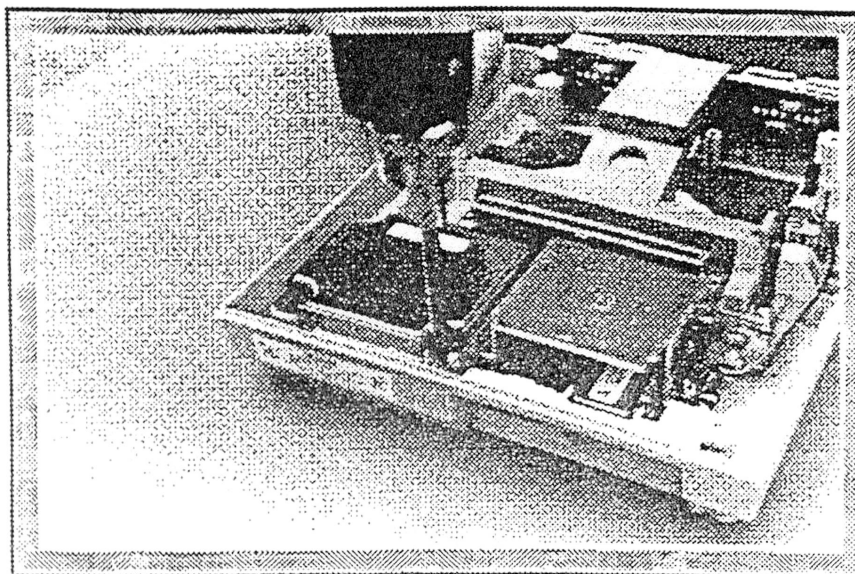
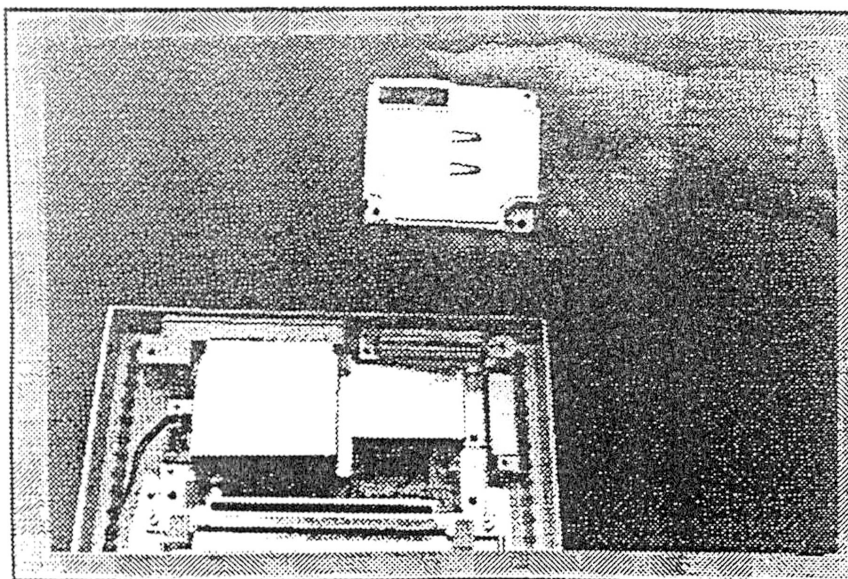

Fig. 4
Fig. 5
2. **Remoção do Módulo de Som:** Remova os dois (2) parafusos do lado oposto do módulo de som (Fig. 4). Para remover, suspenda o módulo verticalmente (Fig. 5).